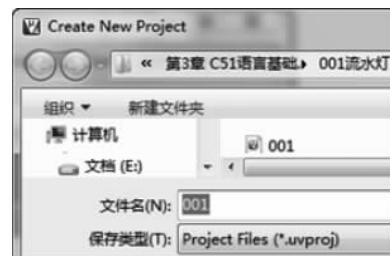

图 3-4 输入项目名称
- (2) 单击 New μVision Project 命令, 弹出 Create New Project 窗口, 如图 3-4 所示。在该窗口中, 需在“文件名”文本框中输入新建项目的名字, 并选择需要保存的目录。